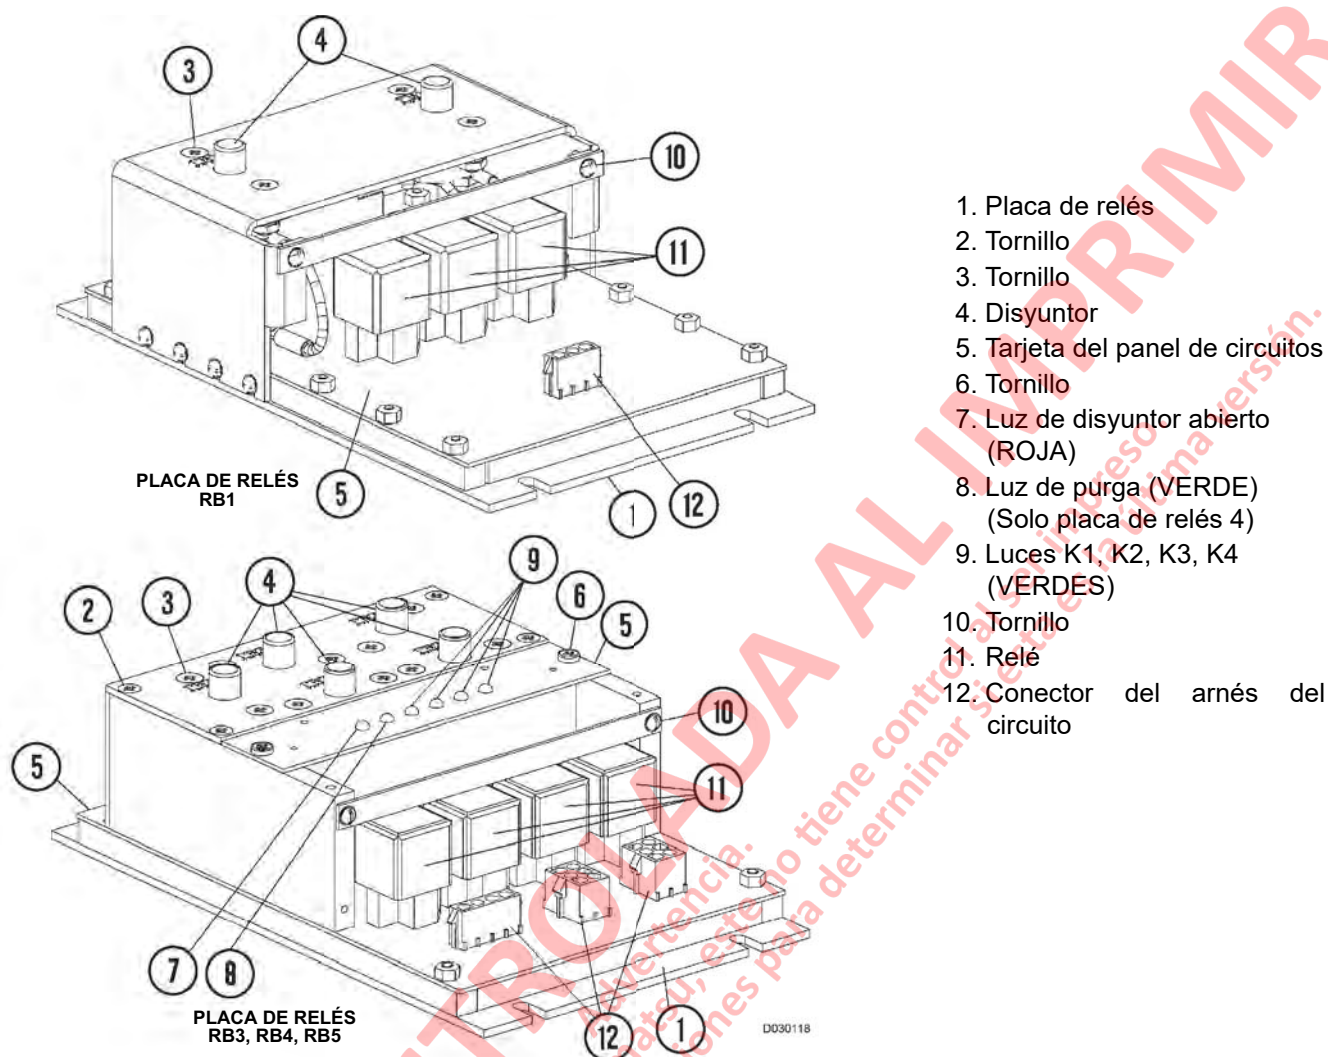

FIGURA 3-6. PLACAS
Cada placa de relés de este tipo está equipada con cuatro luces verdes (9, Figura 3-6) y una luz roja de «disyuntor abierto» (7). Además, cada placa de relés tiene una quinta luz verde (8) que tiene una función diferente en cada placa.
1. Retire un tornillo (10, Figura 3-6) que sostiene el travesaño en su lugar y suelte el otro tornillo.
3. Sacuda y tire el relé (11) hacia afuera suavemente para retirarlo.
5. Coloque el travesaño en su posición original e instale el tornillo (10). Apriete ambos tornillos.
3. Retire los cuatro tornillos (2, Figura 3-6) de sostenimiento (uno en cada esquina) en la placa de cubierta del disyuntor. Retire los dos tornillos (6) y la tarjeta (5).
8. Instale cuidadosamente la tarjeta (5) con los tornillos (6).
2. Retire los dos tornillos de montaje (6, Figura 3-6) y retire cuidadosamente la tarjeta del panel de circuito de la placa de relés.
4. Instale dos tornillos de montaje (6).